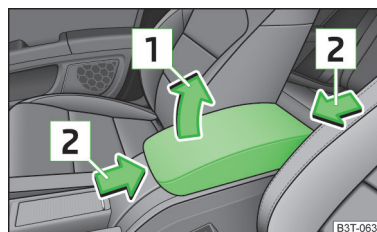

Fig. 60
- Abaisser d'abord complètement le couvercle, puis le relever dans le sens de la flèche **1** » fig. 60 sur l'un des 4 crans de fixation de position.
- Pousser le couvercle dans la position souhaitée dans le sens de la flèche **2** » fig. 60.